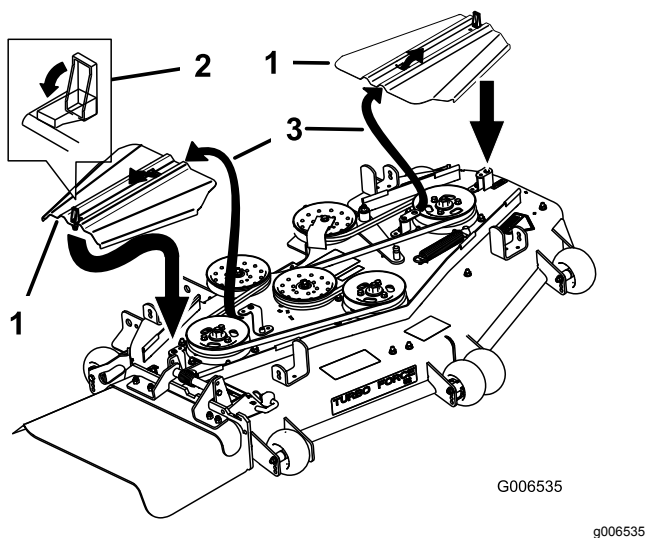

Figura 76
12. Instale las cubiertas de las correas deslizando la cubierta sobre la pestaña, instale los pernos y cierre los enganches (Figura 76).